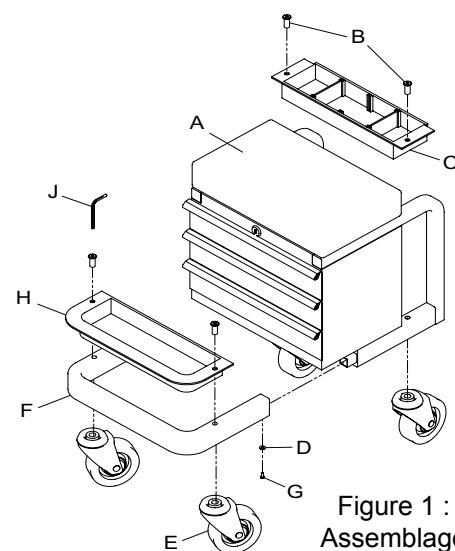

Figure 1 :
Avant d'assembler le produit, assurez-vous d'avoir toutes les pièces. Comparez les pièces que vous avez sous la main avec la liste du contenu de l'emballage et l'illustration de la figure 1. Si une pièce est endommagée ou manquante, n'assemblez pas, n'installez pas et n'utilisez pas le produit. Communiquez avec le service à la clientèle pour obtenir des pièces de rechange.
INSTRUCTIONS D'ASSEMBLAGE (voir figure 1)
- Assemblez les sections du cadre en insérant la section avant (F) dans les profilés de la section de la boîte à outils (A). Alignez les trous des vis et les vis à tête en étoile (G) équipées de rondelles (D) dans les trous correspondants des profilés. Ne serrez pas encore les vis.
- Assemblez une roulette (E) et un plateau à outil (C ou H) simultanément. Placez une tige de roulette dans le trou situé sous le cadre tel qu'ilustré à la figure 1. Placez le plateau à outils sur le cadre en alignant les trous du cadre avec ceux du plateau. Insérez la fixation de la roulette dans le montant de la roulette pivotante.
INSTRUCTIONS D'UTILISATION (reportez-vous à la figure 1)